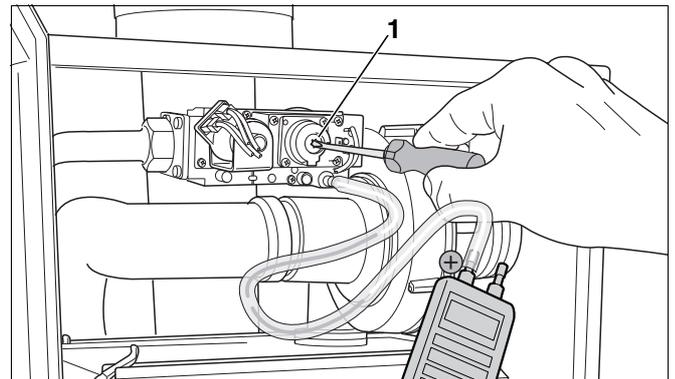

Fig. 85 Regolare il rapporto gas/aria
- Regolare l'eventuale deviazione del rapporto gas/aria, agendo sulla vite di regolazione (Torx 40 H) (fig. 85, **pos. 1**). La vite di regolazione è ubicata dietro la vite di copertura (Torx 40 H).